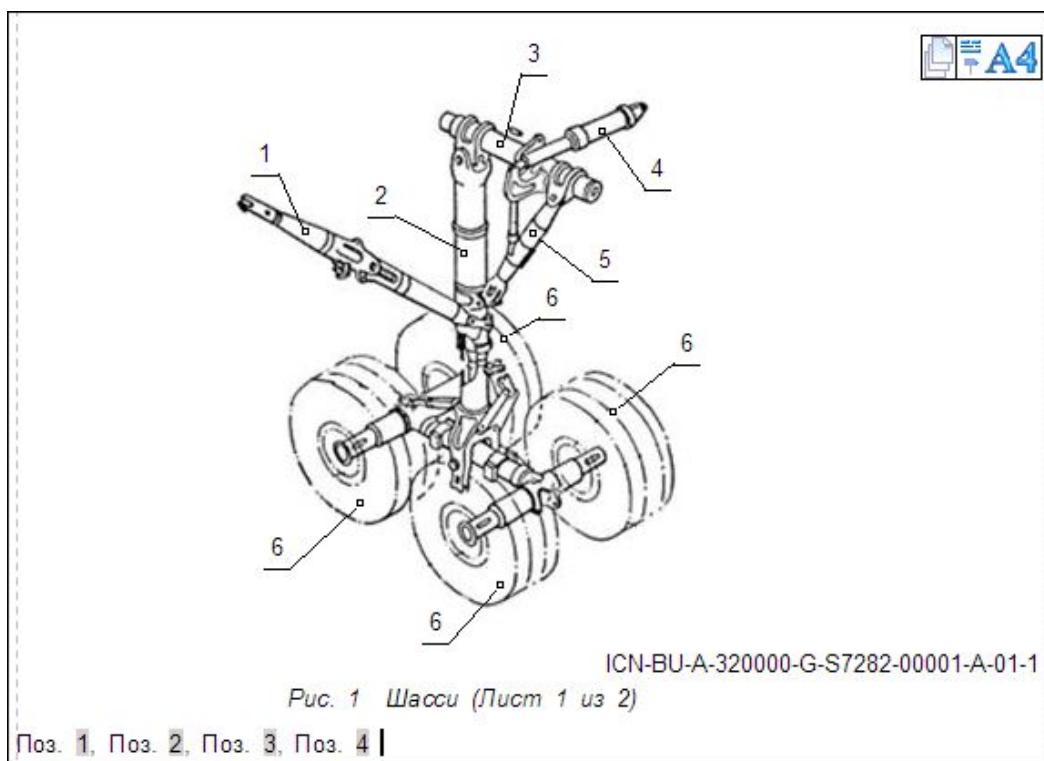
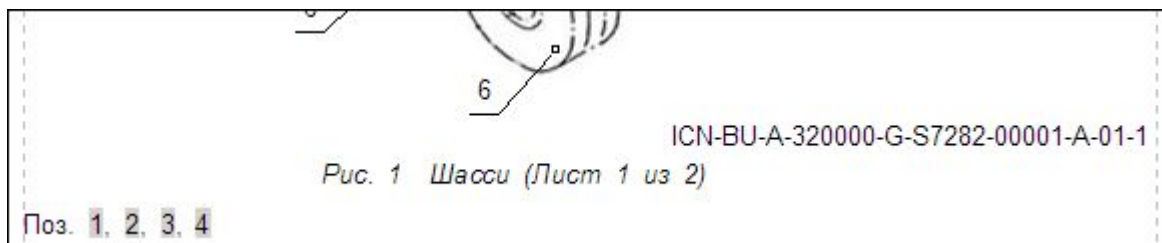

Рис. 3.213
Рис. 3.214
6. Параметр **Комбинировать ссылки** позволяет изменить вид групповой ссылки. При снятом флаге **Комбинировать ссылки** групповая ссылка в документе будет выглядеть, как показано на рис. 3.213, при установленном – примет вид, показанный на рис. 3.214.
При комбинировании ссылок неподчеркнутая часть шаблона ссылки (в нашем случае – «Поз.») становится общей для всех ссылок (Рис. 3.214).
8. Нажмите на кнопку **Установить ссылку**. После этого произойдет возврат в окно редактора описательного МД, и в документ будут вставлены ссылки на выбранные объекты (Рис. 3.213, Рис. 3.214).